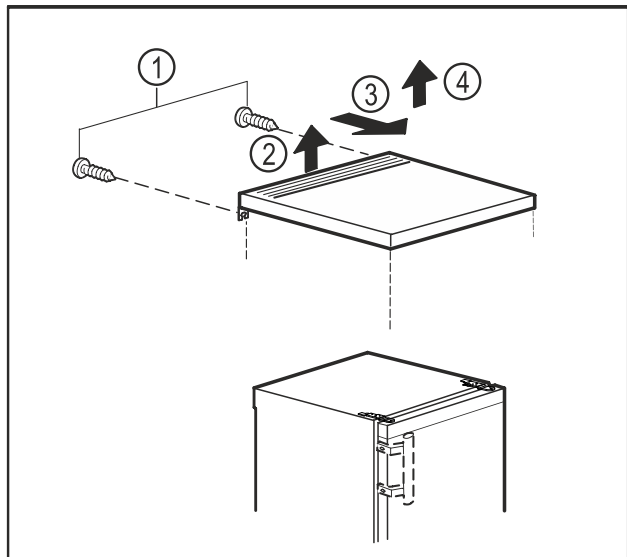

Fig. 6
- ▶ Удалите винты с задней стенки. Fig. 6 (1)
- ▶ Приподнимите столешницу сзади. Fig. 6 (2)
- ▶ Сдвиньте столешницу вперед. Fig. 6 (3)
- ▶ Уберите столешницу движением вверх. Fig. 6 (4)